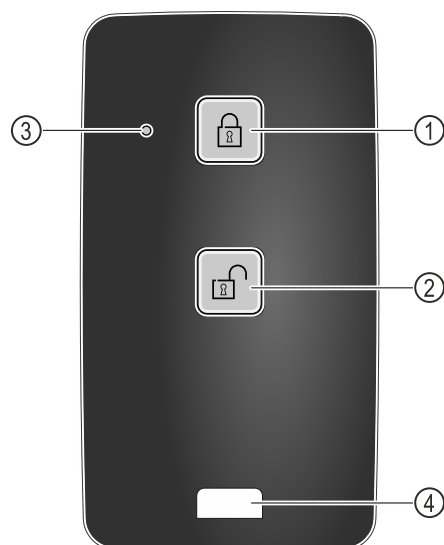

Fig. 249
- Paspauskite mygtuką Fig. 249 (1) ant nuotolinio valdymo pulto.
- Paspauskite mygtuką Fig. 249 (2) ant nuotolinio valdymo pulto.
- Paspaudus mygtuką, būsenos šviesos diodas Fig. 249 (3) duoda vaizdinį atsaką.
- Ašos Fig. 249 (4), skirtos tvirtinti nuotolinio valdymo pultą, pavyzdžiui, prie raktų ryšulio.